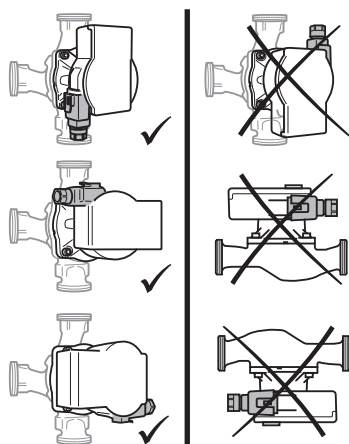

Fig. 2: Paigaldusasendid
- Paigalduskoht tuleb valida vastavalt lubatud paigaldusasendile (Fig. 2).
- Jälgida lubatud paigaldusasendit (Fig. 2), vajadusel keerake mootori pead (2+6).
- Jälgige lubatud paigaldusasendit (Fig. 2) ja suunanoolt pumbakorpusel (1).
- Keerake 4 korpuse kruvi (5) kinni.